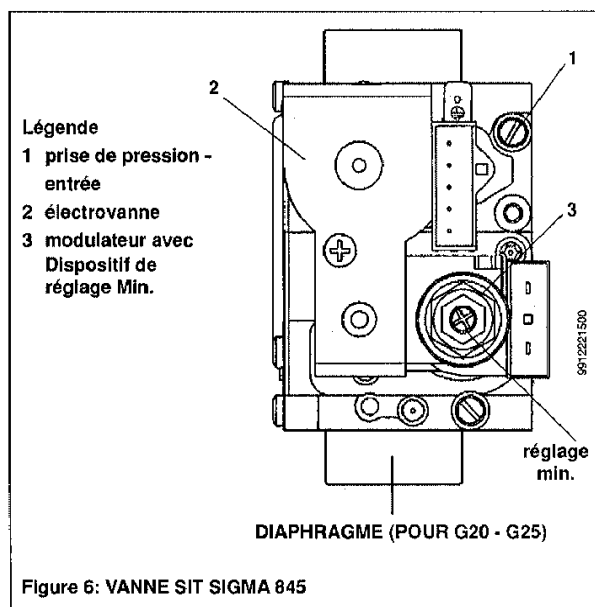

Figure 6: VANNE SIT SIGMA 845
- Brancher deux manomètres si possible à eau aux prises de pression (Réf. 1 Figure 6) de la vanne du gaz et de la rampe brûleurs, après avoir dévissé les vis correspondantes.
- Vérifier que la pression dynamique d'alimentation de la chaudière, mesurée à la prise de pression (Réf. 1 Figure 6) de la vanne de gaz soit correcte (37 mbar pour le gaz propane, 20 mbar pour le gaz naturel G20 ou 25 mbar pour le gaz naturel G25).